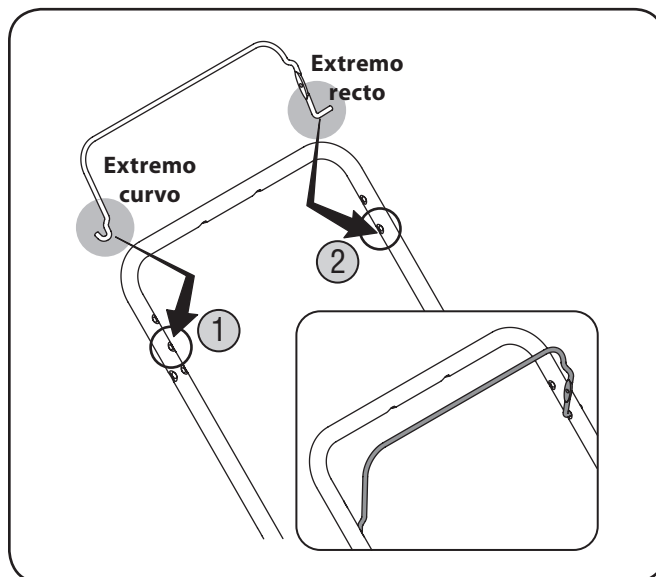

Figura 3-11
1. Coloque la manija superior en su posición sobre la manija inferior manteniendo la manija de control de la cuchilla (si se han conectado) con la cara hacia arriba como se muestra en la Figura 3-11 inserción.
1. Inserte el extremo curvo del control de la cuchilla en el orificio del centro ubicado sobre el lado derecho de la manija superior. Vea Figura 3-11.
2. Apriete suavemente el control de la cuchilla hacia adentro e inserte el extremo recto dentro del orificio inferior ubicado del lado izquierdo de la manija superior. Vea Figura 3-11.